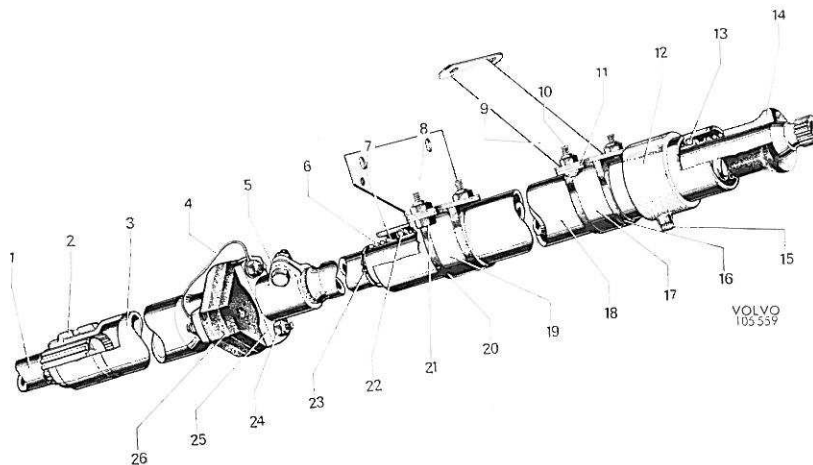

Figure 44. Montage de colonne de direction, 1800 nouveau modèle
- Enlever la vis de serrage (5, figure 44).
- Démonter le jonc de verrouillage (23) et le pousser vers le bas, en même temps que le ressort (6).
- Faire descendre avec précaution la colonne de direction et poser en place le logement, le ressort et le jonc de verrouillage. Faire passer le câble d'avertisseur à travers la colonne de direction. Introduire la colonne de direction dans l'accouplement. Connecter le câble de masse (4) et remonter la vis de